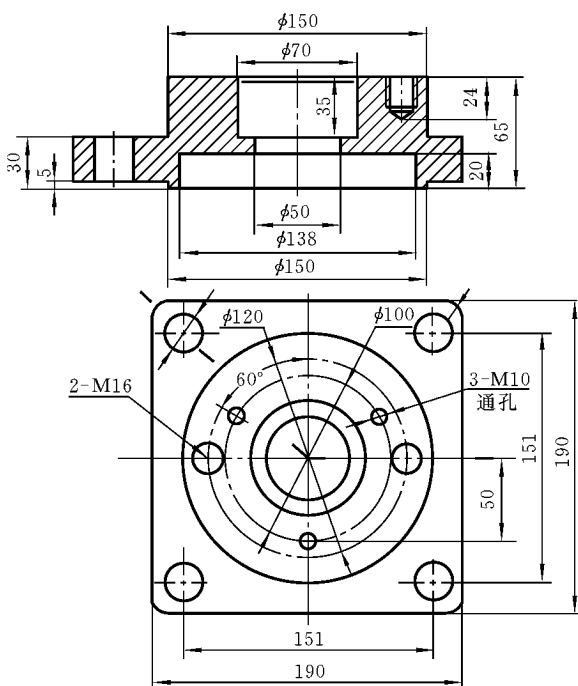

图 3.32
4. 正确识别如图3.32所示阀盖零件的两个视图,按图中的尺寸1:1绘制。建议练习删除、放弃、镜像、阵列、偏移、拉伸、修剪等编辑命令。